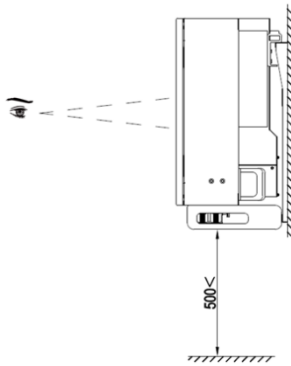

图 4.3 最佳安装高度区域
- (2) 安装地点周围有足够的预留空间，便于逆变器拆装与空气对流。如图 4.3 所示；